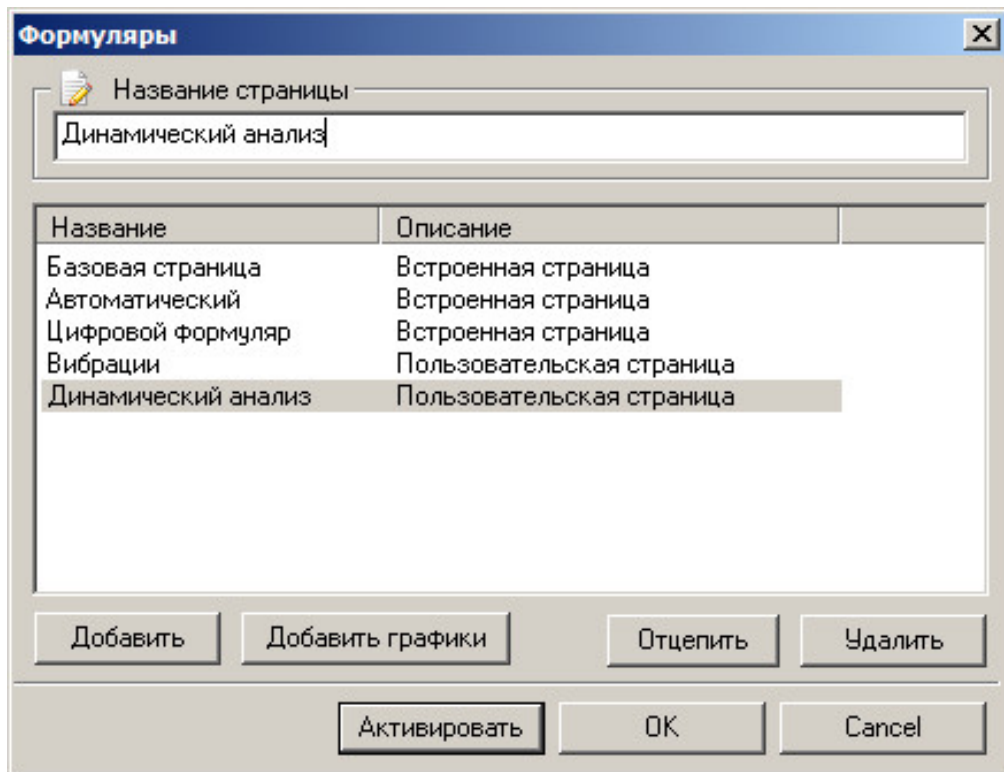

Рис. 7-4 Окно выбора активной страницы
1. Открыть окно **Формуляры** (Рис. 7-4) при помощи кнопки  на панели управления Рекордера.
При помощи кнопок смещения на панели выравнивания (Рис. 7-4) можно сгруппировать все элементы на странице. Необходимо выделить два или более элементов и нажать на нужную кнопку.